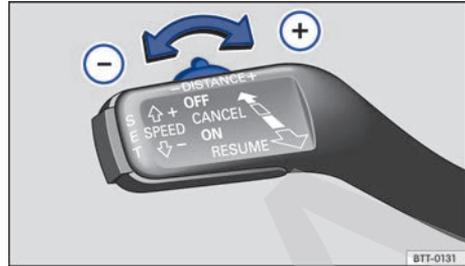

Fig. 158 En el lado izquierdo de la columna de dirección: ajuste de la distancia del ACC.
- 2 Indicación del nivel de distancia seleccionado con el mando → fig. 158.
Los niveles de distancia se pueden ajustar mediante el mando desplazable de la palanca → fig. 158 o en el sistema de infotainment (dependiendo del país). El programa de conducción solo se puede ajustar en el sistema de infotainment → pág. 213.
Para mostrar la distancia ajustada actualmente, pulse ligeramente el mando desplazable situado en la palanca → fig. 158.
Presione brevemente el mando hacia la izquierda o hacia la derecha → fig. 158: